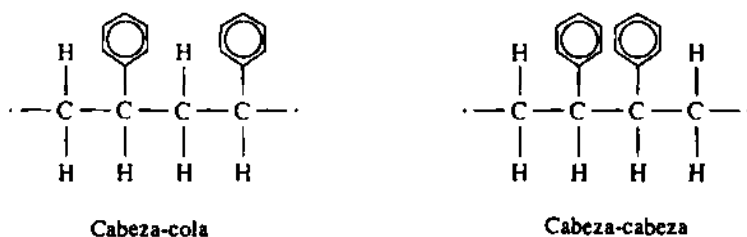

FIGURA 15-25 Disposición cabeza-cola en comparación con cabeza-cabeza de las unidades de repetición. La más típica es la disposición cabeza-cola.
En los *compuestos de vinil* uno de los átomos de hidrógeno ha sido remplazado por un átomo o grupo de átomos distinto. Cuando R es cloro, se produce cloruro de polivinilo (PVC); cuando R es CH_3 , se produce polipropileno (PP); la adición de un anillo de benceno da poliestireno (PS); y un grupo CN resulta en poliácridonitrilo (PAN). Generalmente, se obtiene un arreglo cabeza-cola de unidades de repetición (figura 15-25). Cuando se remplazan dos de los átomos de hidrógeno, el monómero es un *compuesto de vinilideno*, del cual son ejemplos importantes el cloruro de polivinilideno (base para el "Saran Wrap") y del polimetilmetracrilato (acrílicos como lucita y plexiglás).